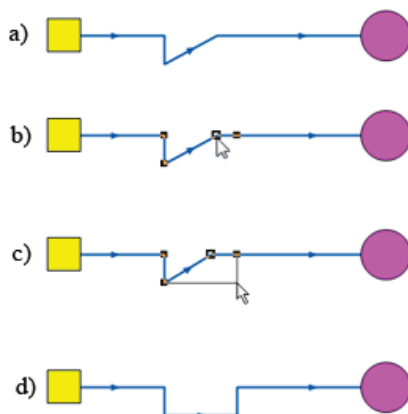

Рисунок 6.6. Перемещение узла
2. Подвести курсор к узлу и нажать левую клавишу мыши. (смотрите Рисунок 6.6. «Перемещение узла» b).
3. Не отпуская клавишу переместить узел на нужное место (смотрите Рисунок 6.6. «Перемещение узла» c).
4. Отпустить клавишу мыши для окончания перемещения узла. (смотрите Рисунок 6.6. «Перемещение узла» d).